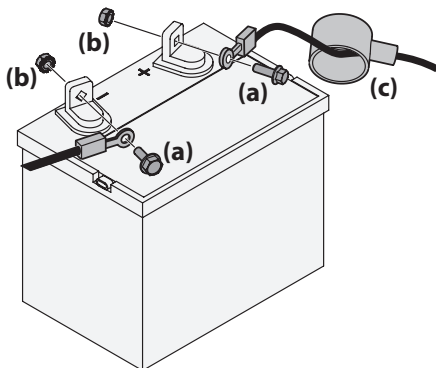

Figura 2-12
3. Retire la cubierta plástica, si está presente, del borne positivo de la batería y una el cable rojo al borne positivo de la batería (+) utilizando el perno (a) y la tuerca hexagonal (b). Vea la Figura 2-12.
4. Retire la cubierta plástica, si está presente, del borne negativo de la batería y una el cable negro al borne negativo de la batería (-) utilizando el perno (a) y la tuerca hexagonal (b). Vea la Figura 2-12.